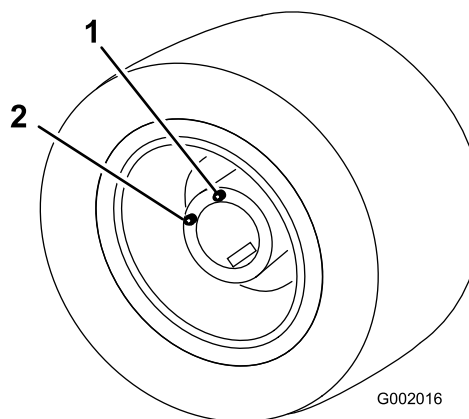

Figura 82
5. Mueva el vehículo lentamente hasta que la rueda quede posicionada para el llenado (Figura 82).